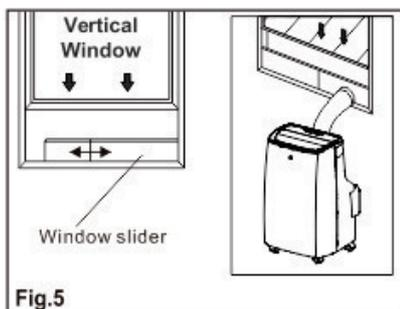
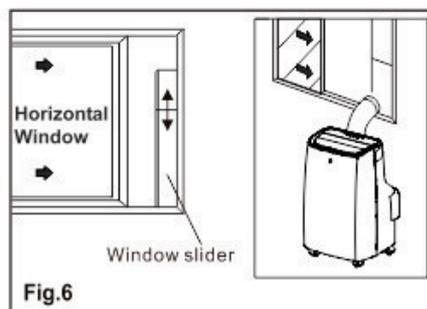

Fig.5
Fig.6
4. ติดท่อส่วนปลายเข้ากับชุดแถบเลื่อนหน้าต่าง (รูป Fig5 และ Fig6)
1. Affix the hose outlet into the window slider kit and seal. (Fig.5 &6).